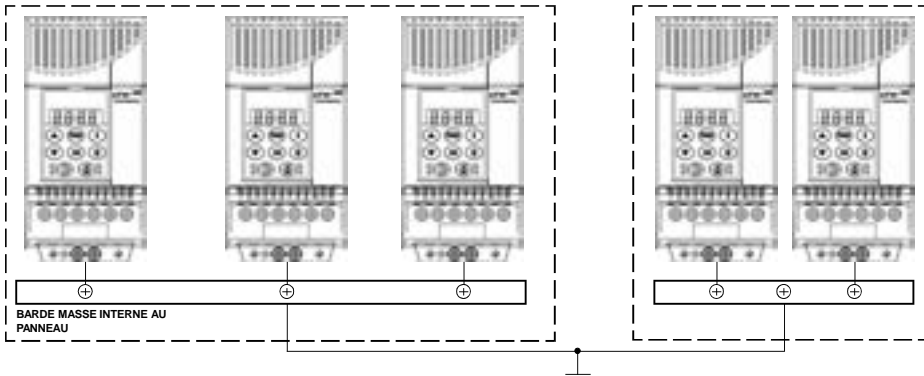

Figure 3.5 - Connexion à la masse pour plus d'un variateur
Le variateur doit être relié à la masse pour la connexion obligatoire à une prise de terre (PE). La connexion à la masse, ou à une prise de terre, doit être complétée par le respect des réglementations locales. Pour la liaison à la masse, utiliser des câbles avec des sections de croisement comme indiqué dans le tableau 3.3. Faire la connexion à la masse par une barre de masse ou par un point de masse général (résistance $10 \leq \text{ohms}$). Ne pas partager le câblage de la masse avec d'autres équipements qui fonctionnent avec des courants élevés. (Pour instance: différence de potentiel élevée du moteur, machine de soudage, etc.). Si plusieurs variateurs sont utilisés en même temps, se référer à la figure 3.5.